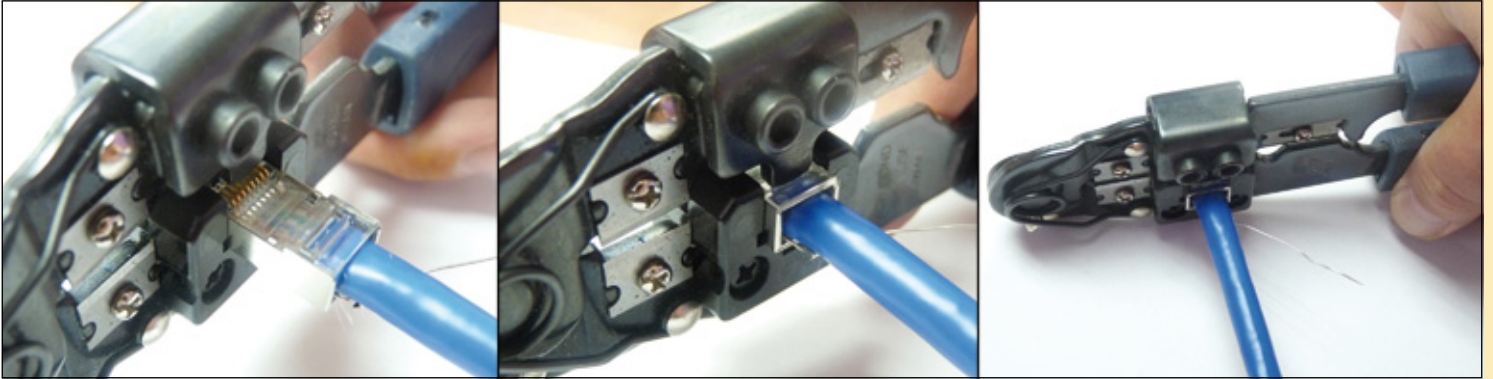

Figura 21
- 16 Proceda a comprimir el Plug con la herramienta de compresión, tal como se muestra en el grupo de imágenes de la Figura 21.